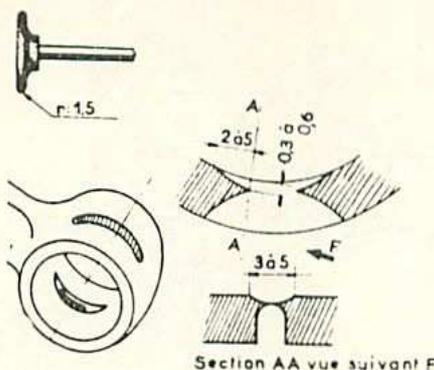

Fig. 22. — Croquis pour exécution des goujures dans le pied de bielle.
- Effectuer les goujures suivant le croquis (fig. 22) avec une meule d'un